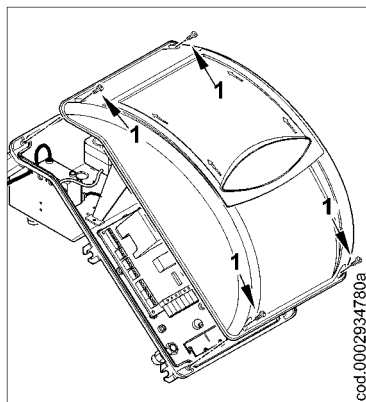
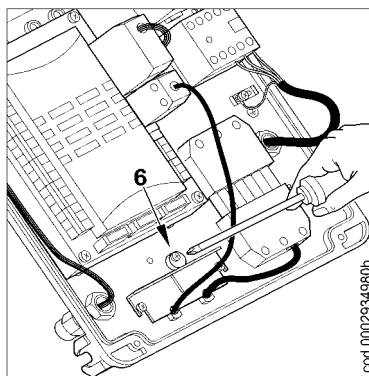

Figura 1
Figura 3
- 1) Quitar la tapa quitando los 4 tornillos (1) de la figura 1, sin quitar la tapita transparente. De esta manera se puede acceder al cuadro eléctrico del quemador.
- 2) Aflojar los tornillos (2) y después de haber quitado la plaquita que aprieta los cables (3), pasar las dos clavijas de 7 y 4 polos (véase la figura) por el agujero. Conectar los cables de alimentación (4) al telerruptor, fijar el cable de tierra (5) y apretar los sujetacables en cuestión.
- 3) Volver a poner la plaquita sujeta cables como indica la figura 3. Girar la excéntrica (6) de manera que la plaquita ejerza una adecuada presión en los dos cables y luego apretar los tornillos que sujetan la plaquita. Por último conectar las dos clavijas de 7 y 4 polos.